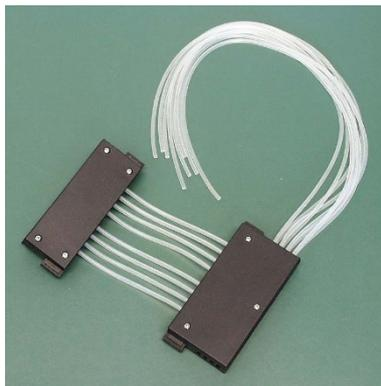

Abbildung 5-51. Unter- und Oberteil der Dispensierkassette montiert
16. Ziehen Sie die Abdeckungshalteschraube der Frontabdeckung fest an (Abbildung 5-51).